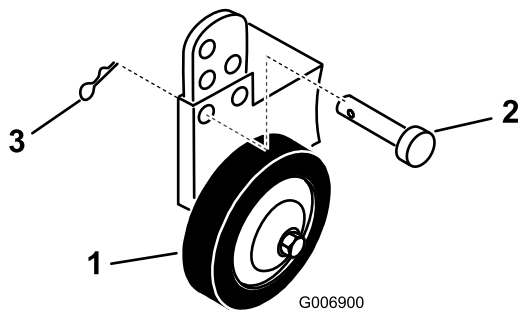

Figura 9
A. Togliete la coppiglia a forcina e il perno per utilizzare un foro diverso (Figura 9).
B. Scegliete una posizione del foro in modo che la ruota limitatrice si trovi a 10 mm dal terreno per consentire l'utilizzo dell'altezza di taglio (Figura 9).